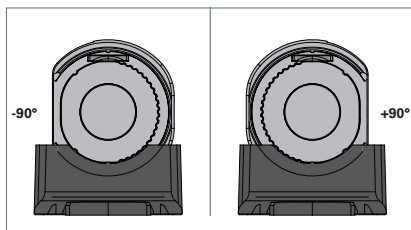

Fig. 5: Orientare l'apparecchio tra -90° e $+90^\circ$.
- ▶ Ruotare l'apparecchio ad un angolo di -90° o $+90^\circ$, vedi Fig. 5.